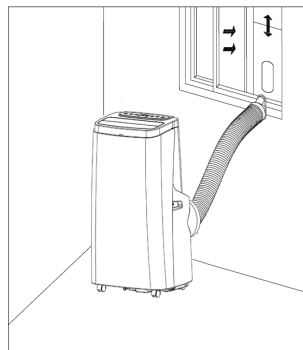
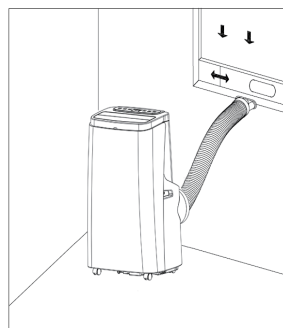

Abbildung 5
Abbildung 6
- Verlängern Sie das Abluftrohr und lassen Sie das flache Ende der Abluftrohrverbindungen in dem Loch der Fensterdichtungsplatte einrasten (wie in Abb.5 und Abb.6 gezeigt).